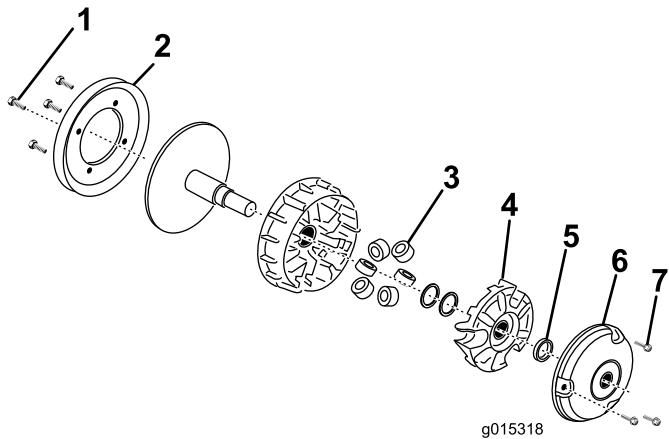

Bild 7
- Ermitteln Sie die Kupplung unter der Auspuffanlage an der Fahrerseite des Motorraums (Bild 7).
- Entfernen Sie die vier Schrauben, mit denen die Riemenscheibe hinten an der Kupplung befestigt ist (Bild 7).
- Entfernen Sie die drei Schrauben, mit denen die Abdeckung befestigt ist (Bild 7).
- Entfernen Sie die Begrenzer-Beilagscheibe und bewahren Sie für später auf (Bild 7).
- Drehen Sie das Drehkreuz nach links, um es mit dem Drehkreuz-Ausbauwerkzeug (TOR6016A) zu entfernen (Bild 7).
- Entfernen Sie die sechs Rollen und ersetzen Sie mit den neuen Rollen aus dem Kit (Bild 7).